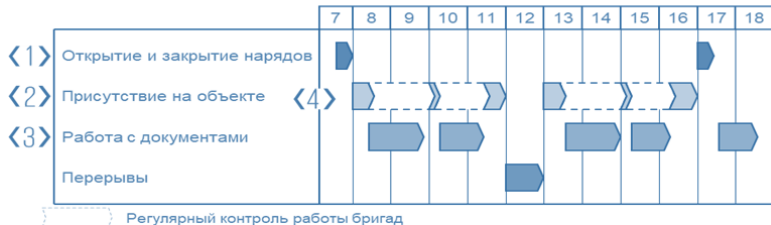

Рисунок 55 – Пример оптимизации рабочего времени
2. Оптимизация рабочего времени, определение операций, которые должны входить в рабочую смену (см. Рисунок 55):